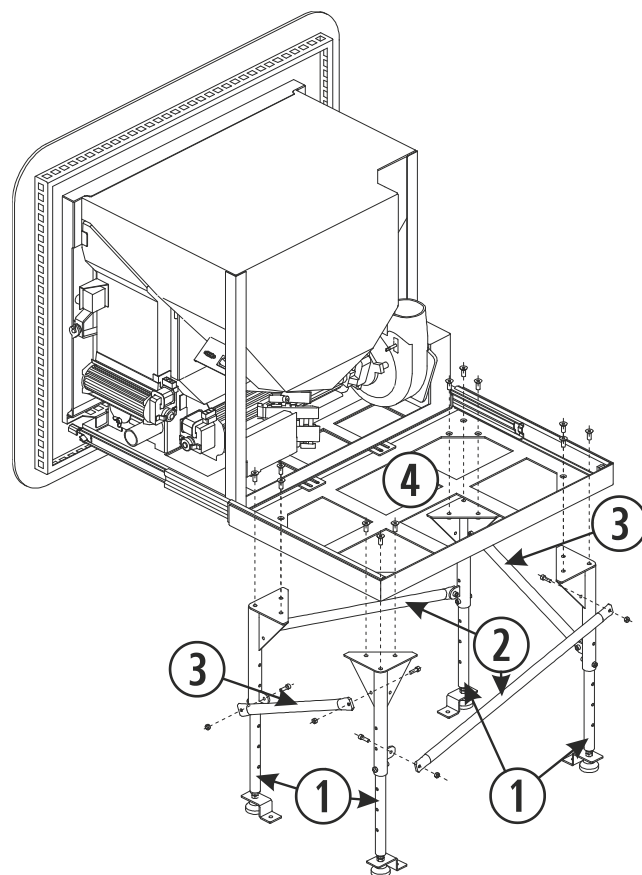

Figura 9
- 4.14.** Unire i 4 piedini formando un rettangolo, con i rinforzi laterali e frontali, come indicato nella figura 9. Aprire le guide della stufa in modo tale da poter accedere ai punti di ancoraggio dei piedini, alla base della stufa.
①	Piedino.
②	Rinforzo frontale e posteriore.
③	Rinforzo laterale.
④	Base della stufa.